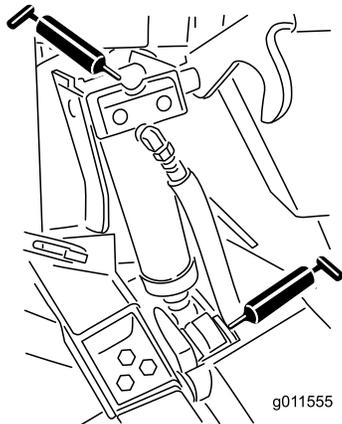

Figura 46
- Boccole (4) del cilindro di sollevamento (Figura 46).